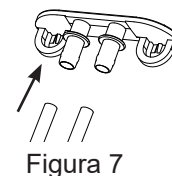

Figura 7
12. Retire los enchufes y deje que el agua se drene completamente. Consulte la figura 7.